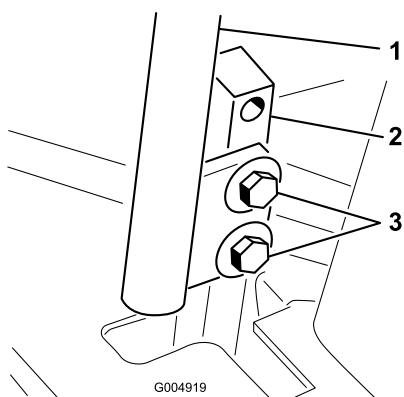

Figura 66
3. Allentate i bulloni di fissaggio delle leve di controllo (Figura 66).